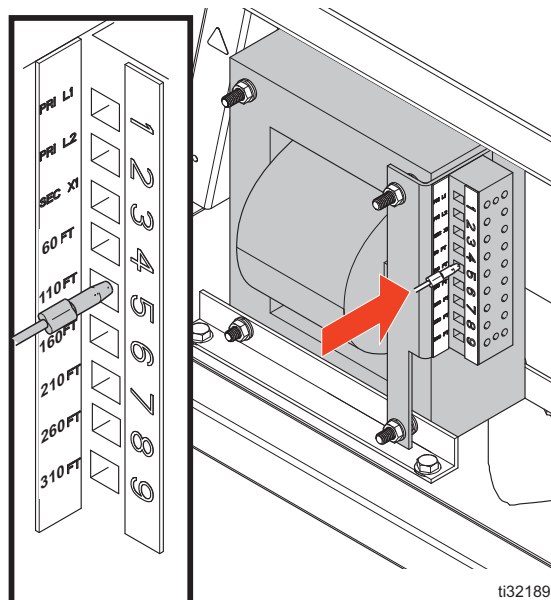

FIG. 14 : Câblage du transformateur du tuyau
3. Déplacer le fil du transformateur (AC) du tuyau vers la borne qui correspond à la longueur du tuyau installé. Le fil est réglé en usine sur 18 m (60 pi). Voir la FIG. 14.